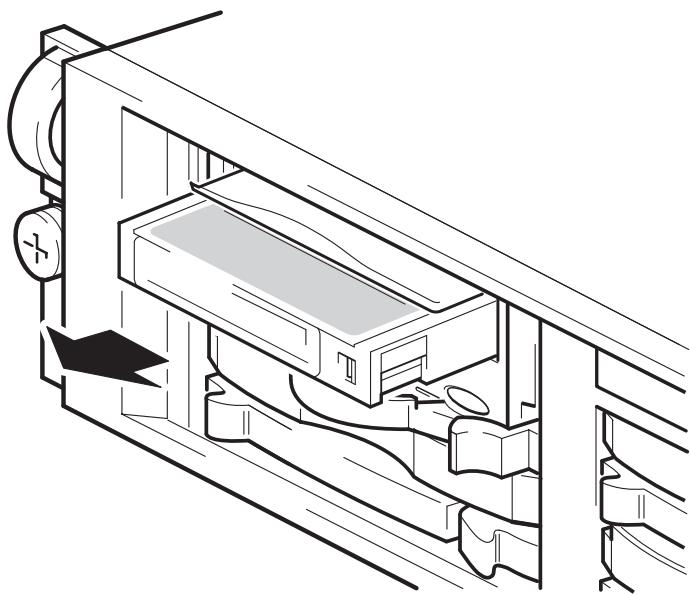

Abbildung 6b: Entnehmen einer Kassette
- 1 Drücken Sie die Auswurftaste im Bedienfeld. (Siehe Abbildung 6b.)